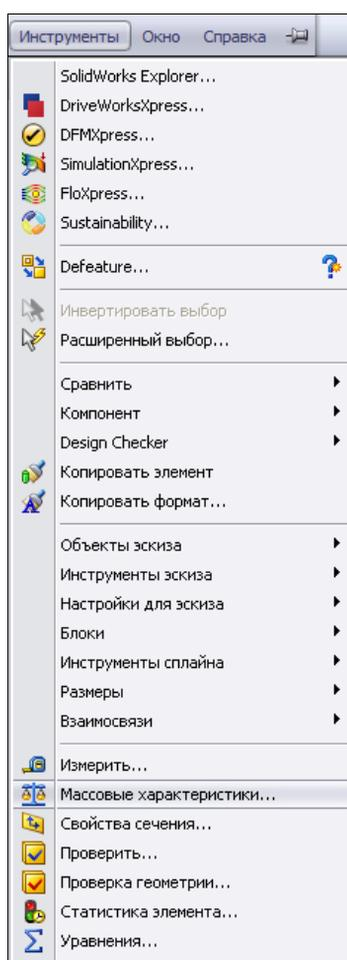

Рис. 2.36
- После того как задан материал, можно определить ее массовые характеристики: массу, объем, площадь поверхности и др. Для этого достаточно войти в меню **Инструменты** |  **Массовые характеристики...** (рис. 2.36).